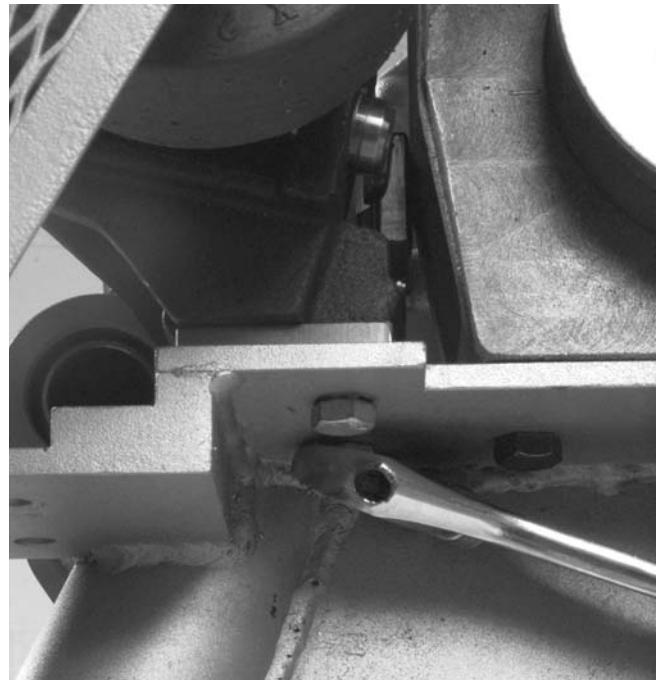

Figura 11 – Extracción de los pernos que sujetan el estabilizador
1. Extraiga los dos pernos de $\frac{3}{8}$ pulgada que sujetan al estabilizador en su lugar (emplee una llave de cubo de $\frac{9}{16}$ pulg.) (Figura 11).